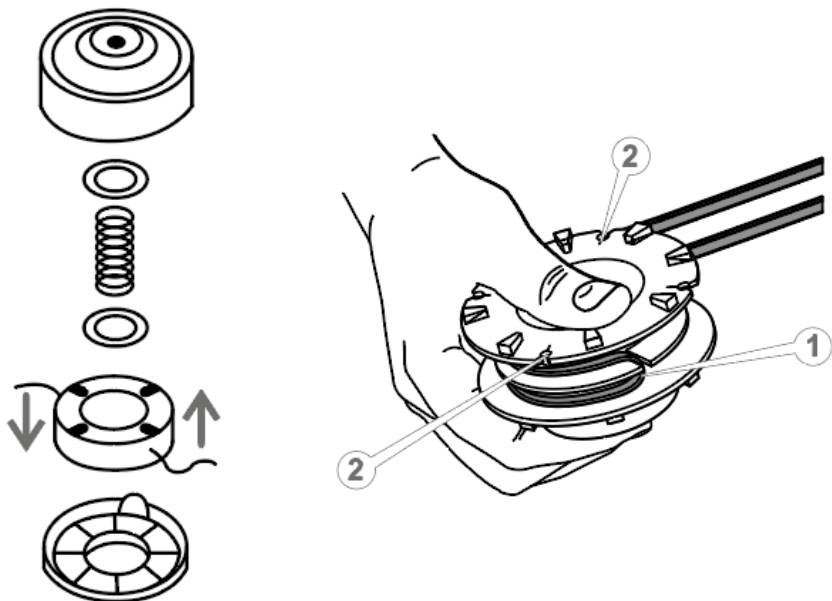

Рисунок 14. Схема заміни жилки у різальній головці.
- зняти кришку різальної головки й витягнути катушку (див. рис. 14);
- протягнути жилку на місці вигину у проріз (1, рис. 14) катушки;
- протягнути кінці жилки у прорізи (2, рис. 14) катушки і потім в отвори корпусу різальної головки. Довжина виходу кінців жилки із ріжучої головки не має перевищувати 15-17 см;